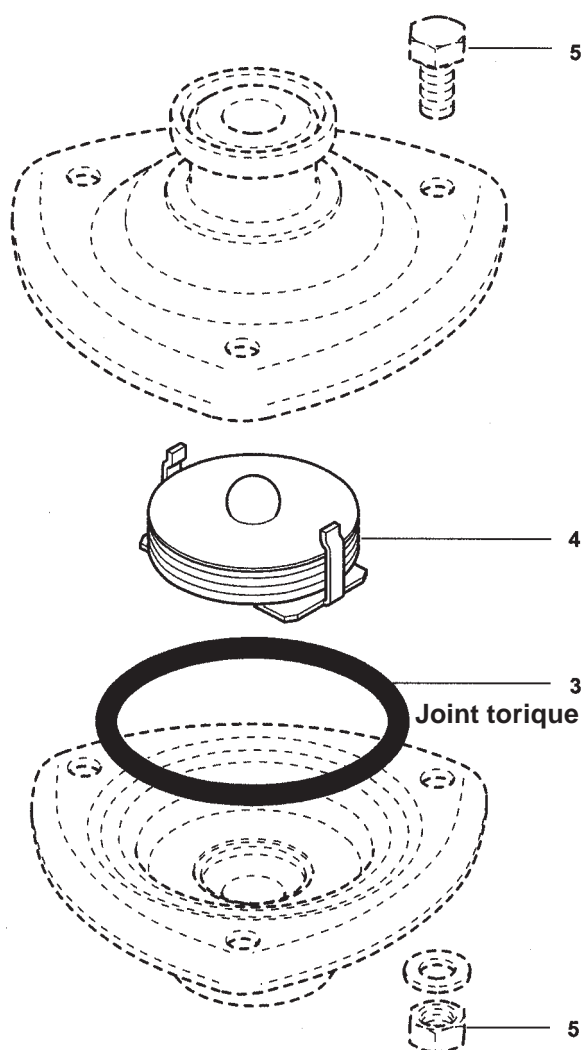

Fig. 2
- Enlever le siège, le joint et la capsule pour les nettoyer ou les remplacer. S'assurer que la capsule est repositionnée correctement (voir Fig. 2, page 8).